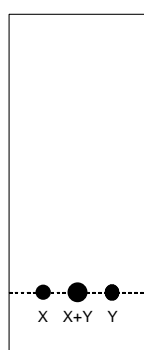

図 1.1 展開前の TLC のスポットの様子
- (1) 100 mLの試験管に22 mmの攪拌子を入れる。クランプを用いて、試験管をマグネチックスターラーの上に固定する。1 gの1,4-DHP（「1,4-DHP_powder」とラベルが貼ってあるもの）と150 mgのヨウ化カリウムを試験管に入れ、5 mLの駒込ピペットを用いて5 mLのエタノールで完全に試験管に移す。
- (2) 1 gのUHPを加え（保護手袋を着用のこと）反応混合物を攪拌する。警告: この反応ではかなり大きな発熱があり、一気にUHPを加えると危険である
- (3) 薄層クロマトグラフィー（TLC）分析の用意をする。メートルグラスを用いて、酢酸エチルとヘプタンの混合溶媒（体積比1:2）を調製する。適切な量の混合溶媒をTLCの展開槽に入れる。「1,4-DHP_TLC」とラベルされたサンプル管に1 mLの酢酸エチルを加えて、TLC用の1,4-DHPの溶液（約3 mg/mL）を調製する。
- (4) TLC分析を行なう前に、自分のTLC板をチェックする。もしTLC板に傷がついているような場合は、減点なしに交換することができる。鉛筆で、TLC板の下部に展開開始ラインをひく（図1.1を見よ）。
- (5) 反応中、反応混合物はしだいに均一になる（たいてい20分以内に透明になる）。反応混合物が透明になったならば（反応混合物がよほど冷えると、透明になった後で沈殿ができるかもしれないが、それはTLC分析には影響しない）、ガラスキャピラリーで少量を取り、TLC板の右側と中央の2ヶ所にスポットする。手順(3)で調製した1,4-DHP溶液を、
適切な量を取り、TLC板の中央と左側にスポットする。その結果、TLC板上には3つのスポットがあることになる。中央のスポットには反応混合物と1,4-DHPの両方がスポットされている(図1.1を見よ)。TLC板をTLC展開槽で展開する(図1.1および1.2を見よ)。展開終了ラインを鉛筆で必ず記入する。UVランプ(254 nm)を用いてTLC板上のスポットを検出し、そのスポットのとおり鉛筆でかたどる。TLC分析の結果から、反応が終わったかどうかを判定せよ。もし1,4-DHPが明らかに残っているなら、さらに10分間反応を行ない、TLC分析を繰り返せ(手順(8)でTLC分析をもう一回行なうことに留意せよ)。最終的なTLC板を、「A」と書かれたジッパー付きビニール袋に入れよ。